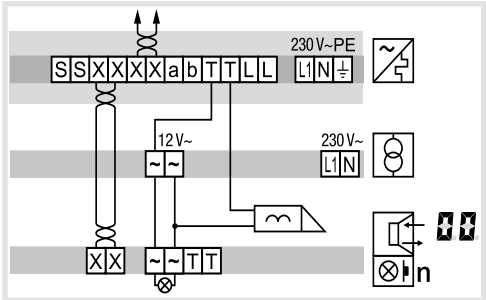

Figura 9: Collegamento della stazione da porta con apriporta antimanomissione
- In caso di installazione protetta contro la manomissione, collegare l'apriorita al contatto  dell'alimentazione della linea (figura 9).